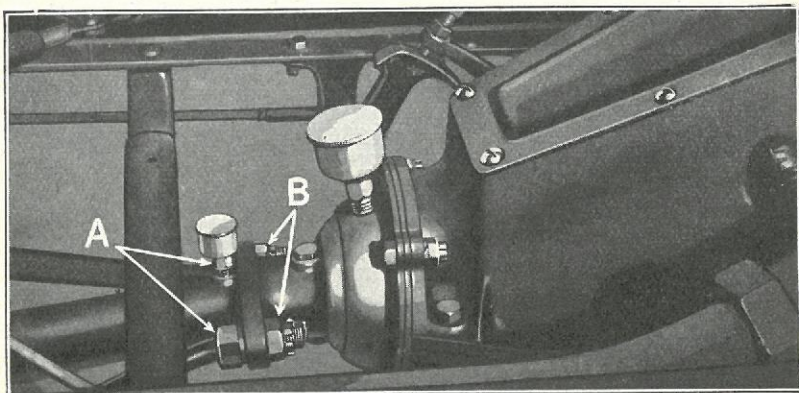

Fig. 359
- 642 Løs Laasemøtrikkerne (Fig. 359-A).
- 652** Skru Kronemøtrikken paa Bardunens Forende saa langt ned, at Splitten kan sættes i (Fig. 359-B), hvorved Bardunen gives den rigtige Længde. Spænd Laasemøtrikken mod Universalledets Flange (Fig. 359-A).